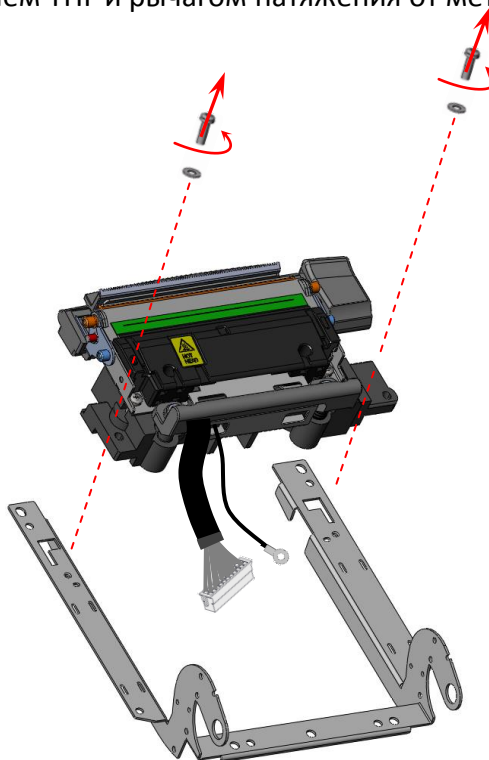

Рисунок 19. Отделение ТПГ с основанием и рычагом натяжения от металлического рычага
7. Прикрепить сборку к металлическому рычагу (смотрите рисунок 19).